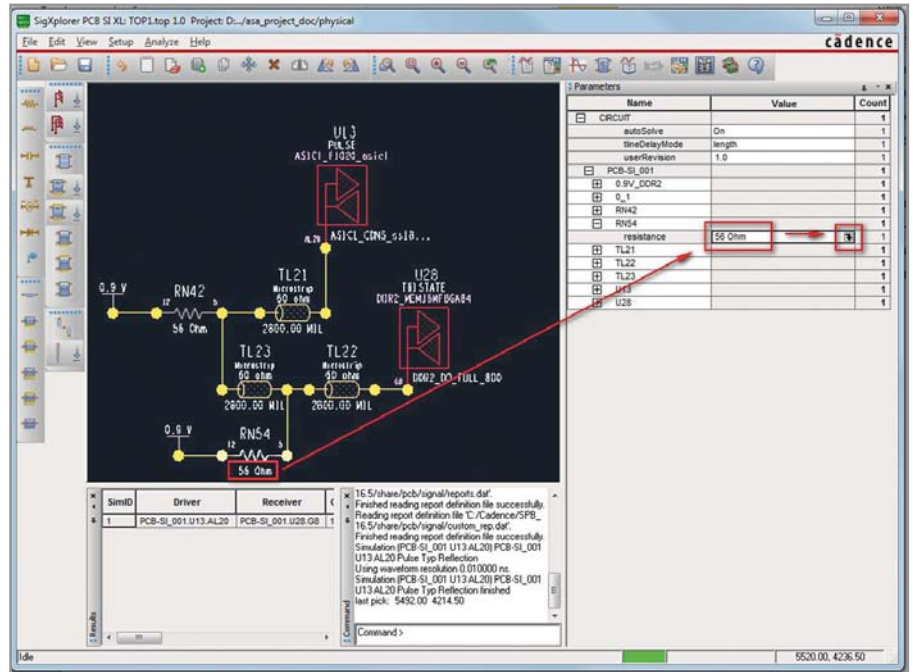

Рис. 5. Настройка параметров моделей в Signal Explorer
1) на панели *Parameters* в окне *Signal Explorer* раскроем список параметров элементов топологии. Для начала нас интересует резистор RN54. Выберем *Circuit* → *PCB\_SI\_001* → *RN54*. Ещё быстрее это можно сделать, если выбрать значение сопротивления на самом резисторе в рабочем поле программы. Щёлкнем значение «54 Ом» на панели *Parameters*, а затем кнопку  рядом с этим значением (см. рис. 5);